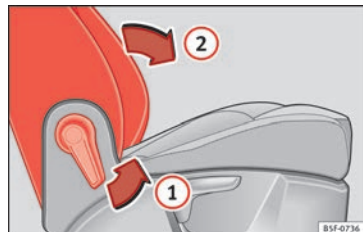

Bild 148 Passagerarsäte fram: Spak för att fälla ryggstödet nedåt
- Dra spaken **1** » **bild 148** och tryck ryggstödet **2** tills det befinner sig i horisontalt läge.